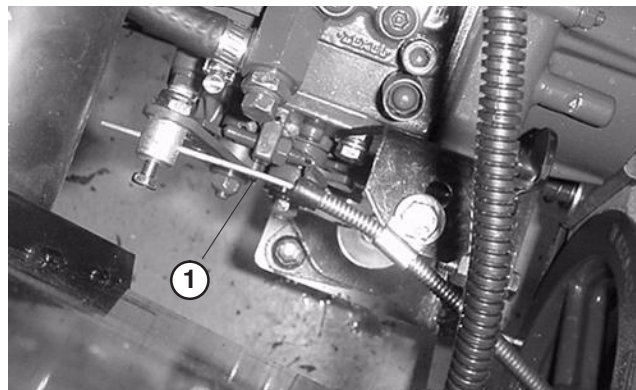

Bild 57
1. Stellen Sie den Gaszug ein (Bild 57) sodass der Fliehkraftregler am Motor die Einstellschrauben für die niedrige und hohe Geschwindigkeit berührt, bevor der Fahrtriebshebel die Kerbe im Armaturen Brett berührt.